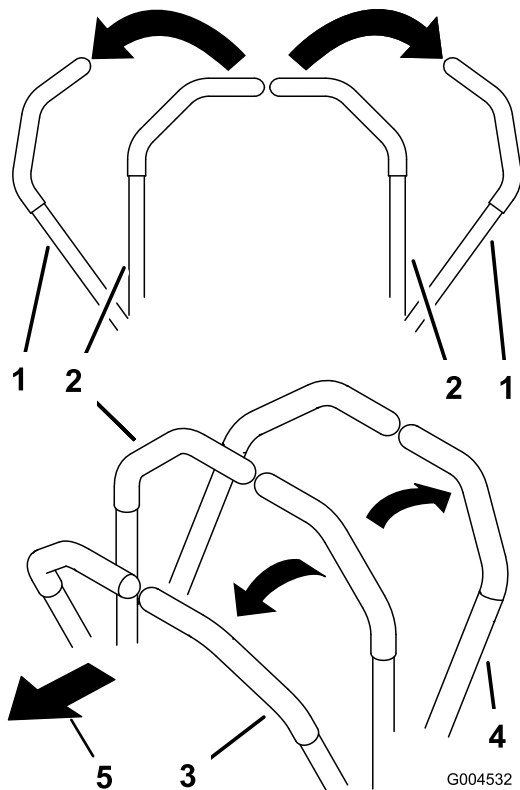

Bild 17
2. Schieben Sie für das Vorwärtsfahren die Fahrtriebshebel langsam vorwärts (Bild 17).
Wenden Sie zum Geradeausfahren auf beide Fahrtrienbshebel denselben Druck an (Bild 17).
Verringern Sie zum Wenden den Druck auf den Fahrtrienbshebel an der Seite, in deren Richtung Sie wenden möchten (Bild 17).